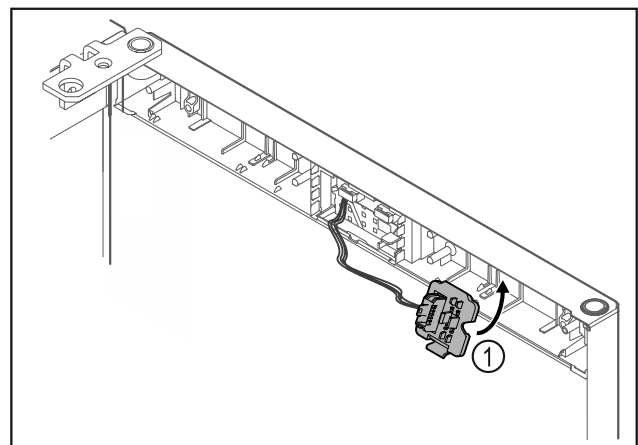

Fig. 22
- ▶ Установите и зафиксируйте держатель штекера Fig. 22 (1) на противоположной стороне.